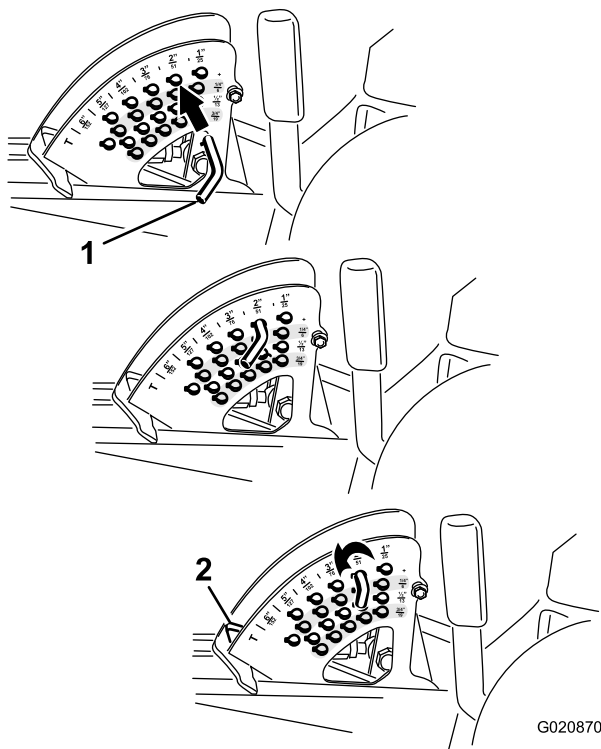

図 20
注 デッキを上昇位置にロックするには、上昇位置からさらに 15cm 上昇させ、刈高ストップピンを抜いて (刈り高を調整する (ページ 26) を参照)、ピンを刈高 15cm の穴に通します (図 20)。
2. ストップピンについているロールピンを回してピンと刈高設定穴のスロットとが整列したところでピンを抜き取る (図 20)。
3. 刈高ブラケットについている穴から、希望する刈高に対応する穴を見つけ、その穴にピンを通し、ピンを回してロックする (図 20)。
注 穴は全部で4列あります (図 20)。外周側の列は、外周部に刻印されている通りの刈高の穴です。2 列目の穴は、1 列目の刈高よりも 6 mm 高い刈高となります。3 列目の穴は、1 列目の刈高よりも 12 mm 高い刈高となります。4 列目の穴は、1 列目の刈高よりも 18 mm 高い刈高となります。刈高 158mm だけは例外で、2列目のはずれにあります。この穴にセットすると 刈高 158mm となります (6mm アップにはなりません)。